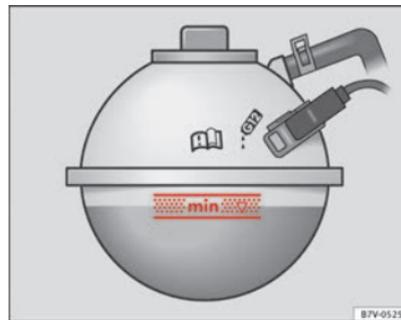

Abb. 174 Im Motorraum: Markierung an dem Motorkühlmittelausgleichsbehälter.
- Motorkühlmittelstand bei kaltem Motor an der seitlichen Markierung des Ausgleichsbehälters prüfen ⇒ **Abb. 174**.
- Motorkühlmittelstand muss sich innerhalb der Markierungen des Ausgleichsbehälters befinden ⇒ **Abb. 174**. **Nicht über die Oberkante des markierten Bereichs auffüllen** ⇒ !
- Motorkühlmittel nur bis zur Oberkante des markierten Bereichs auffüllen ⇒ **Abb. 174**. Überschüssiges Motorkühlmittel wird sonst bei Erwärmung aus dem Motorkühlsystem gedrückt und kann zu Beschädigungen führen.